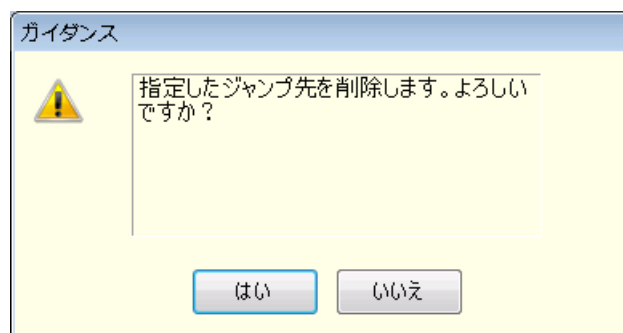

図6-8 ステップ削除の確認ダイアログ
- ジャンプ先やブランチステップに設定されているステップを削除した場合は、図6-8のようなダイアログが表示されます。**はい**を選択するとステップが削除され、ジャンプ先やブランチステップは、ステップ番号 0 に自動更新されます。**いいえ**を選択すると、ステップの削除はキャンセルされます。